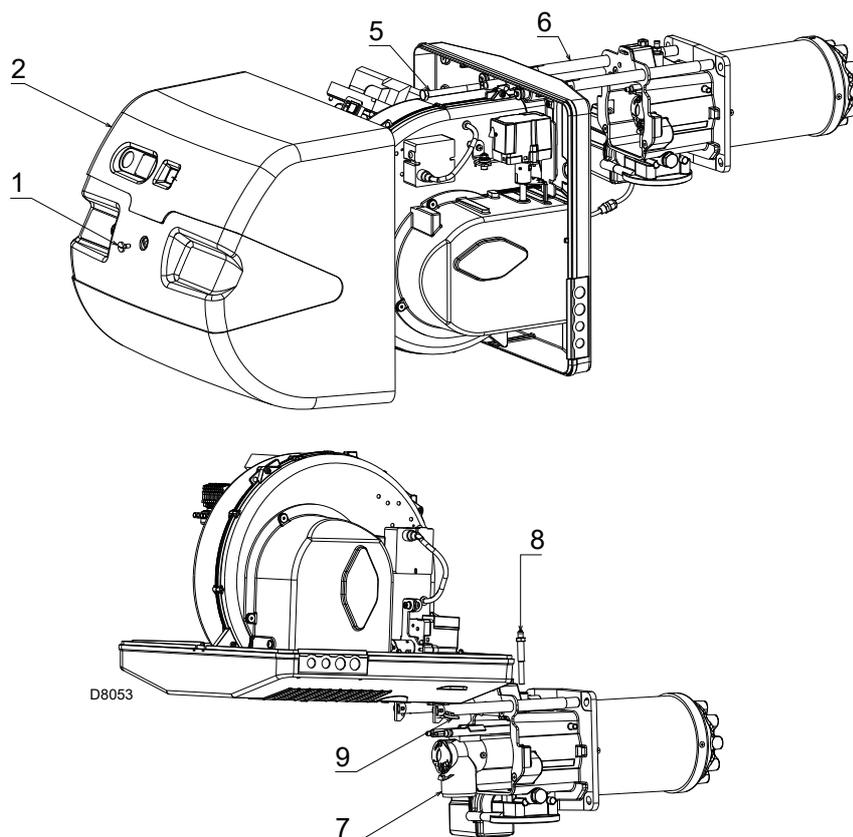

Fig. 37
- Desserrer la vis 1)(Fig. 37) et déposer le capot 2).
- Enlever la goupille 9)(Fig. 37) et pousser le brûleur jusqu'à environ 100 mm du manchon.